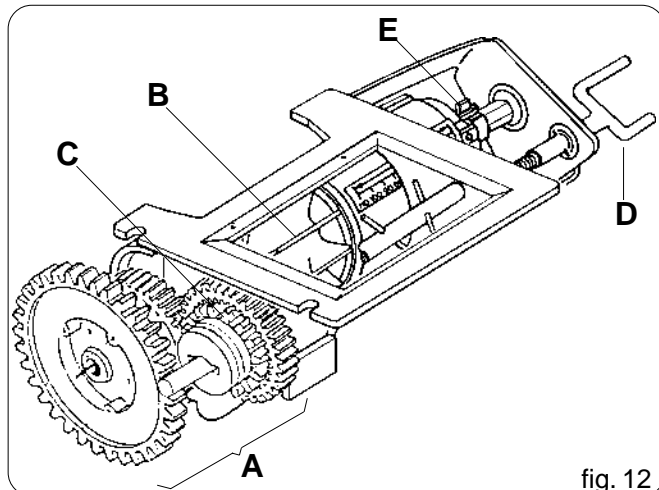
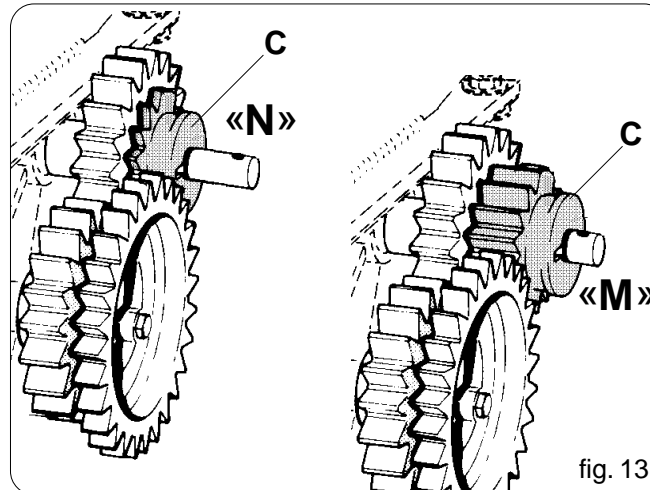

fig. 12
fig. 13
Il dosatore (fig. 12), organo principale per il funzionamento della seminatrice, è posizionato sotto il serbatoio delle sementi. Riceve il moto dalla ruota di trasmissione per mezzo di ingranaggi (con rapporto proporzionale alla larghezza di lavoro) e catene. Composto da un cambio (A Fig. 12), permette due rapporti di trasmissione al rullo distributore (B) variando la posizione della ruota dentata rossa (C fig. 13). Nella posizione «N», il rapporto al cambio è di 1:1 dettato dalla coppia di ruote dentate Z19; spostando la ruota (C) in «M», il rullo distributore dimezzerà i propri giri, in quanto la trasmissione viene composta dalla ruota motrice rossa Z14 e ruota condotta Z28. Eseguendo una prova di dosaggio come descritto nel capitolo 3.2.3 si noterà che, rispetto ad una prova con rapporto 1:1, la quantità di prodotto distribuita risulterà dimezzata (vedi tabella pag. 27).
*The doser (fig. 12) the most important part for seeder operation, is located underneath the seed hopper. Motive power is transmitted to it by the drive wheel through gears (with ratios proportional to the width of the work to be carried out) and chains. Thanks to a gearbox (A fig. 12) it allows the distributor roller (B) to operate with two gear ratios, by changing the position of the red toothed wheel (C fig. 13). In position "N", the gear ratio is 1:1, as imposed by the pair of toothed wheels Z19; when the wheel (C) is shifted to the "M" position, the distributor wheel halves the number of revolutions, as the drive is then composed of the red drive wheel Z14 and the drawn wheel Z28.*
*The position "M" of the toothed wheel (C) is necessary for the distribution of small seeds and quantities.*
*The screw rod (D) enables the degree to which the gate opens to be adjusted depending on the value of the graduated scale, calculated using the table and the distribution test (chapter 3.2.3).*
Der Dosierer (Abb. 12) ist die wichtigste Vorrichtung für den Betrieb der Sämaschine und ist unter dem Saatgutbehälter angebracht. Er wird mittels Zahnrädern (deren Verhältnis proportional zur Arbeitsbreite ist) und Ketten vom Treibrad angetrieben. Der Dosierer besteht aus einem Getriebe (A Abb. 12), das zwei Übersetzungen des Zahnrads (B) ermöglicht, indem die Position des roten Zahnrads (C fig. 13) verändert wird. In der Stellung "N" beträgt das Getriebeverhältnis 1:1 und wird durch das Zahnradpaar Z19 realisiert. Wenn das Rad (C) auf "M" gestellt wird, halbiert das Zahnrad seine Drehzahl, da der Antrieb in diesem Fall aus dem roten Treibrad Z14 und dem angetriebenen Rad Z28 zusammengesetzt ist.
*Le doseur (cf. fig. 12), l'organe principal pour le fonctionnement de l'élément semeur, est placé sous le réservoir des semences. Il reçoit le mouvement de la roue de transmission par le biais d'engrenages (avec rapport proportionnel à la largeur du travail) et par des chaînes. Le doseur est composé d'une boîte à vitesses (cf. A fig. 12) qui permet deux rapports de transmission au rouleau de distribution (B) en variant la position de la roue dentée rouge (C fig. 13). En position "N", le rapport est de 1:1 donné par le couple de roues dentées Z19; si l'on déplace la roue (C) en "M", le rouleau distributeur réduira de la moitié le nombre de ses tours puisque la transmission est composée par la roue motrice rouge Z14 et par la roue conduite Z28.*
*La position "M" de la roue dentée (C) est nécessaire pour la distribution de petites semences en petites quantités. La tige à vis (D) permet de régler l'ouverture de la vanne selon la valeur de l'échelle graduée obtenue à partir du tableau et de l'essai de distribution (cf. chapitre 3.2.3).*
2) El dosificador (fig 12), que es el órgano principal para el funcionamiento de la sembradora, se encuentra colocado debajo del tanque de las semillas. Recibe el movimiento de la rueda de transmisión a través de los engranajes (que tendrán una relación proporcional a la anchura del trabajo que se deberá efectuar) y de las cadenas. Consta de un cambio (A Fig. 12), permite dos relaciones de transmisión al rodillo distribuidor (B) variando la posición de la rueda dentada roja (C fig. 13). En la posición "N", la relación con el cambio es de 1:1 dictada por el par de ruedas dentadas Z19; colocando la rueda (C) en "M", el rodillo distribuidor demediará los propios giros, puesto que la transmisión será compuesta por la rueda motriz roja Z14 y la rueda conducida Z28. Al efectuar una prueba de dosificación así como viene descrito en el capítulo 3.2.3 se notará que, respecto a la prueba con la relación 1:1, la cantidad de producto distribuido resultará demediado (Véase la tabla pag.27). La posición "M" de la rueda dentada (C) es necesaria para la distribución de semillas y para cantidades relativamente pequeñas. La varilla de tornillo (D) permite graduar la abertura de la persiana según el valor de la escala graduada, indicado en la tabla y de la prueba de distribución (capítulo 3.2.3).
La molla di blocco (E Fig. 12) permette di modificare il campo d'apertura della saracinesca e contemporaneamente la portata del rullo dosatore.
The locking spring (E fig. 12) enables the opening range of the gate to be modified which, in turn, modifies the capacity of the dosing roller at the same time.
Die Sperrfeder (E Abb. 12) ermöglicht es, den Öffnungsbereich des Schiebers und gleichzeitig den Durchsatz der Dosierrolle zu verändern.
Le ressort de blocage (cf. E fig. 12) permet de modifier l'ouverture de la vanne et, en même temps, le débit du rouleau doseur.
El resorte de bloqueo (E Fig. 12) permite modificar el campo de abertura de la persiana y simultáneamente la capacidad del rodillo dosificador.